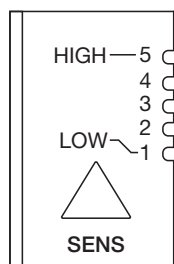

Fig. 12
- Para ver la configuración de sensibilidad actual, presiona y suelta rápidamente el botón SENS (SENSIBILIDAD) + o -. El número de sensibilidad actual destellará. Para cambiar la sensibilidad, presiona repetidamente el botón + o - para mover el LED que destella hacia arriba o hacia abajo hasta la sensibilidad deseada (Fig. 12).